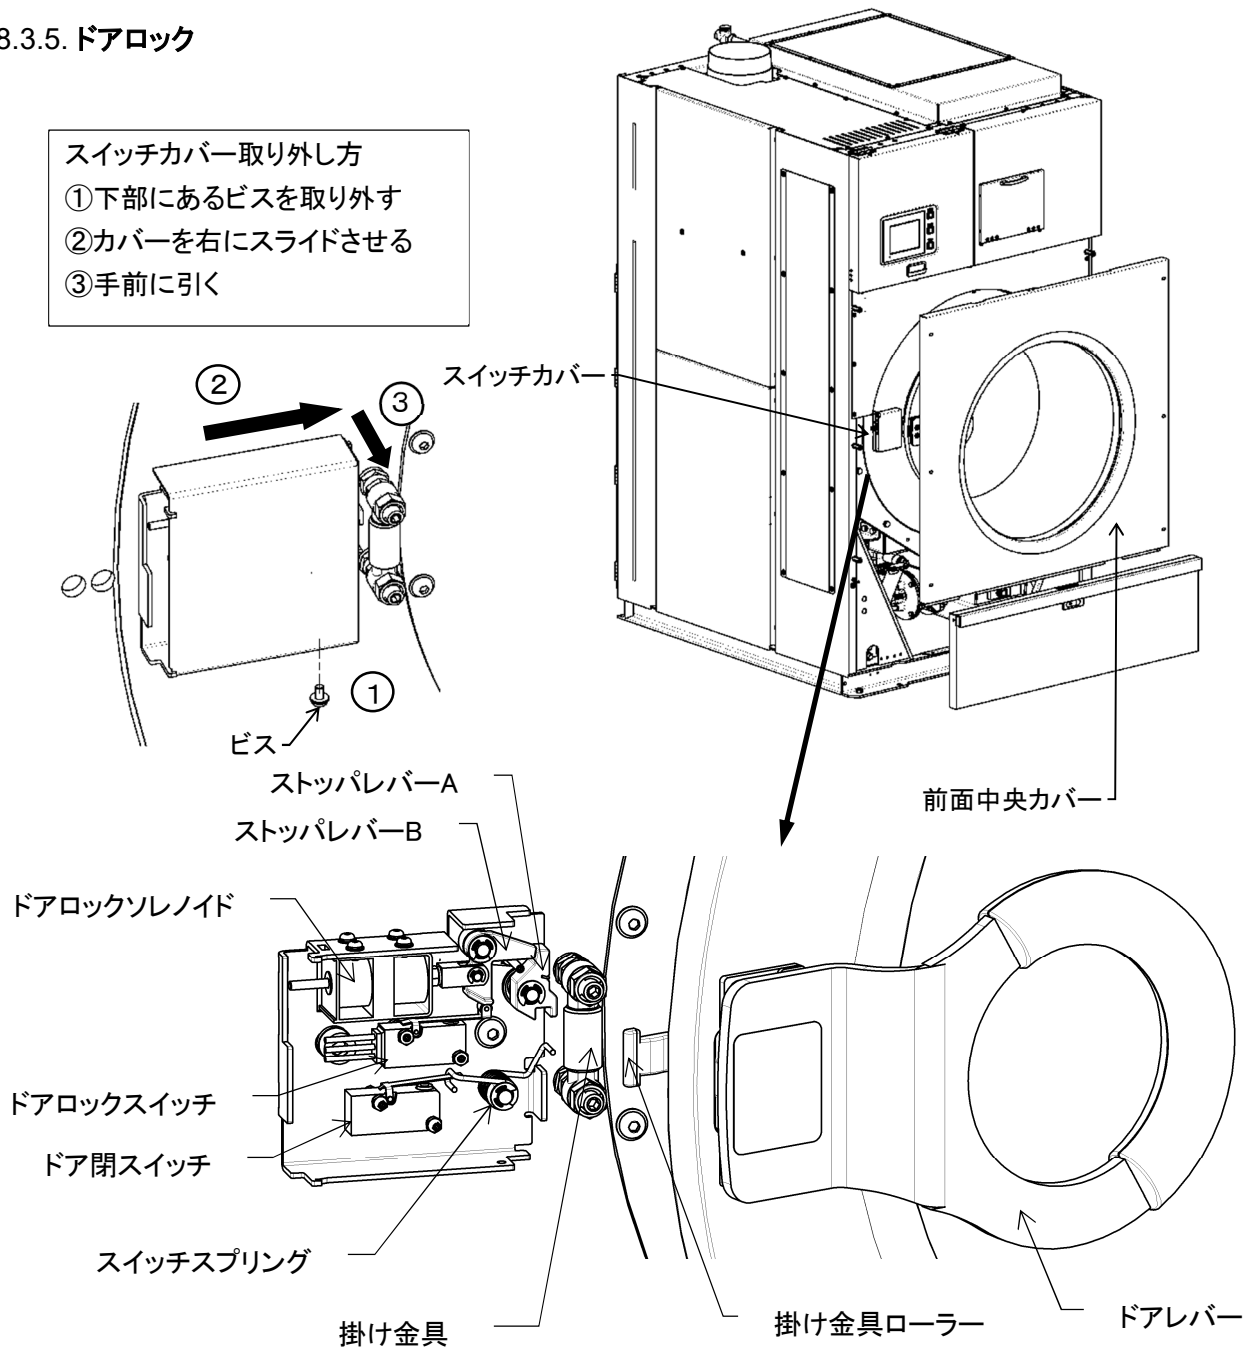

図 8-7
- ・ スイッチカバーの下側のビスを緩めスイッチカバーを右にスライドさせ手前に取り外します。(図 8-7)